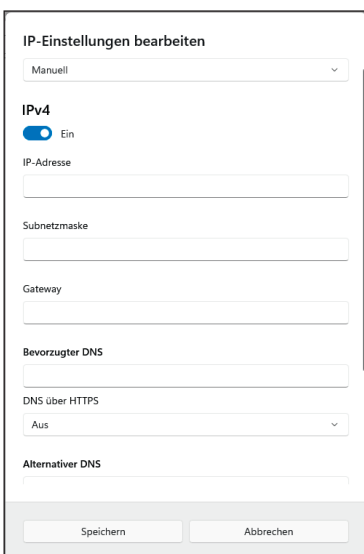

Abb. 6-10: Windows 11: Dialog **IP-Eigenschaften bearbeiten**, vollständige Einstellungsoptionen
- ☞ Nehmen Sie die erforderlichen Einstellungen vor (IP-Adresse usw.) und klicken Sie dann auf **Speichern** (Abb. 6-10).